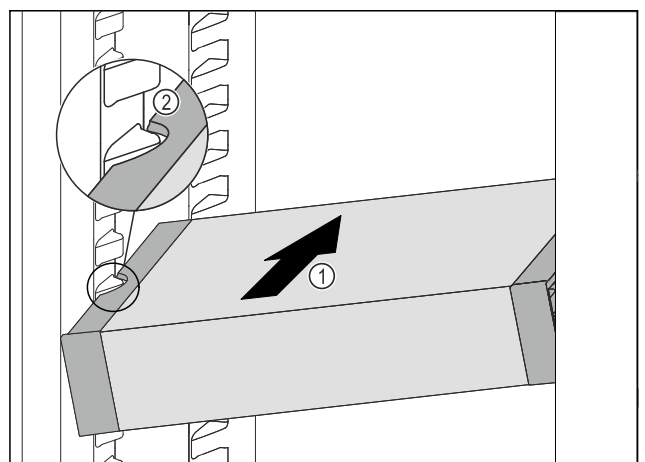

Fig. 79
- ▶ Вкарайте VarioSafe под ъгъл в хладилната част Fig. 79 (1), докато страничните прорези Fig. 79 (2) на VarioSafe се намират на височината на реброто на съда в хладилната част.